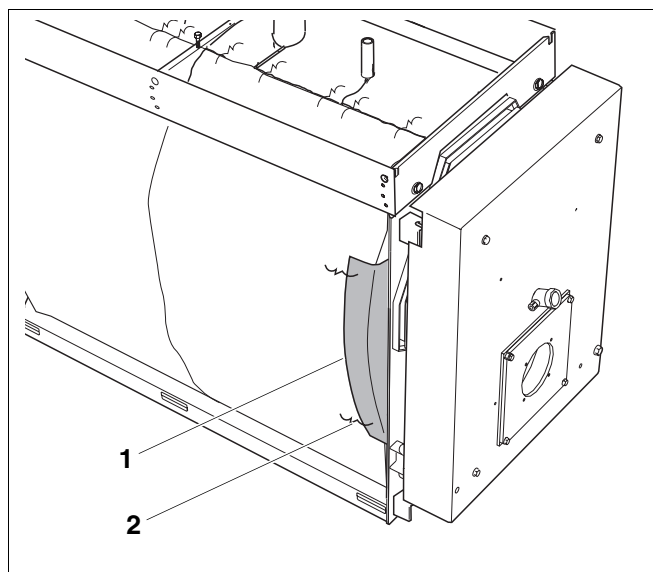

Рис. 23 Установка полос из стеклоткани
- Установить с двух сторон на передние кромки теплоизоляции корпуса котла поставляемые полосы из черной стеклоткани (рис. 23, поз. 1), каждую из которых нужно закрепить 2 скобами (рис. 23, поз. 2) и подвернуть внутрь. Для котлов типоразмеров 590 – 1260 эти полосы можно укоротить.